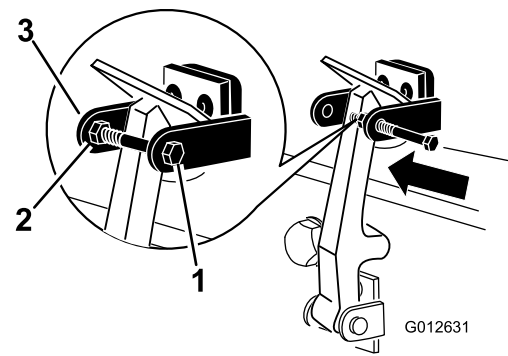

Figura 7
7. Enrosque el perno en el otro brazo del seguro de cierre del capó para fijar la posición del cierre (Figura 7). Apriete firmemente los pernos, pero no apriete la tuerca.